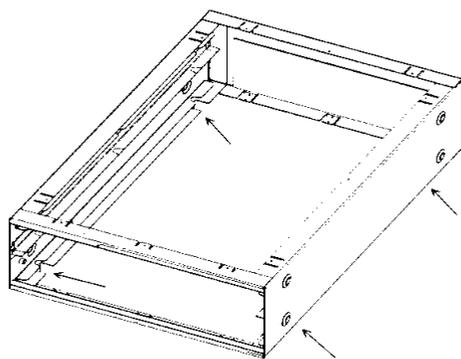

Figura 18. Lengüetas de Montaje
2. Doble las cuatro lengüetas de montaje hacia abajo sobre los dos costados del gabinete del purificador de aire. Estos podrán utilizarse para adherir el gabinete del purificador de aire al calefactor. Véase **Figura 18**.